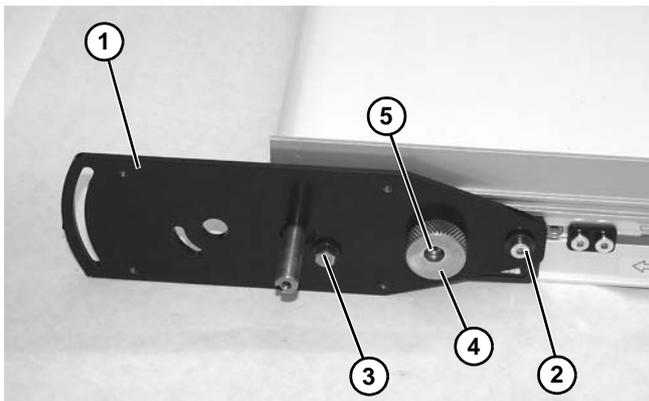

Figura 17
1. Instale la placa de accionamiento esclava (Figura 17, artículo 1) en el lado motor del transportador accionado.
2. Instale la arandela y el tornillo (Figura 17, artículo 2). No apriete en exceso.
3. Instale la arandela y el tornillo (Figura 17, artículo 3). No apriete en exceso.
4. Instale la perilla de la leva (Figura 17, artículo 4) con el tornillo (Figura 17, artículo 5). No apriete en exceso.